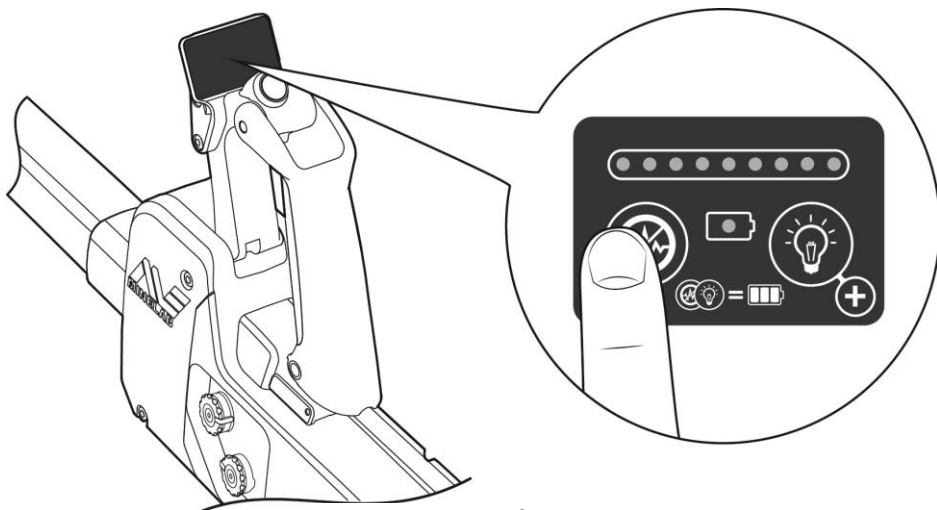

Рисунок 17. Шумоподавление
- a. Расположите катушку в ле см от земли, нажмите и удерживайте кнопку Шумоподавление (Noise Cancel) 2 секунды (см. Рисунок 17).